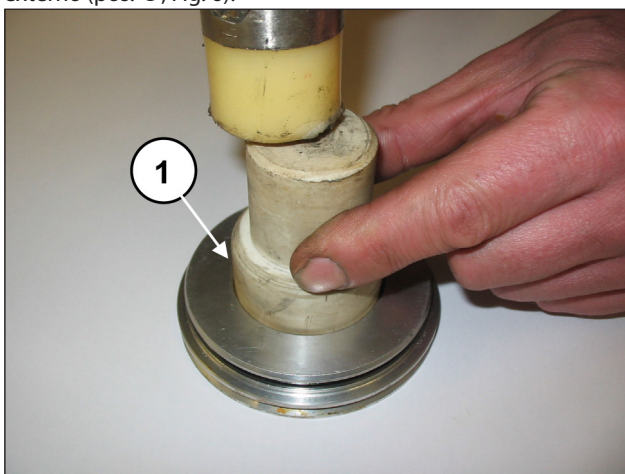
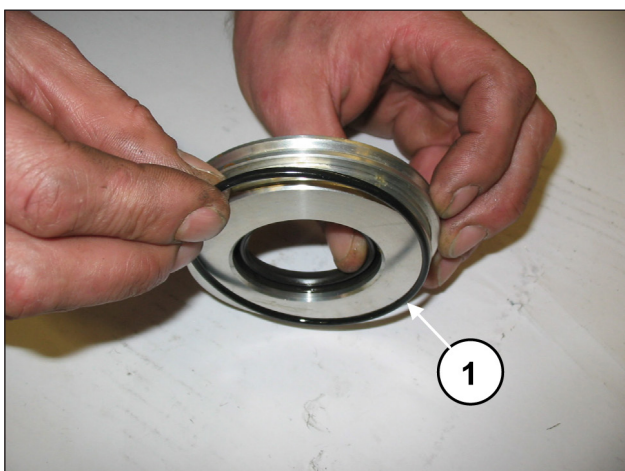

Fig. 5
Fig. 6
Extraia o anel de vedação radial (pos. ①, Fig. 5) e o anel circular externo (pos. ①, Fig. 6).